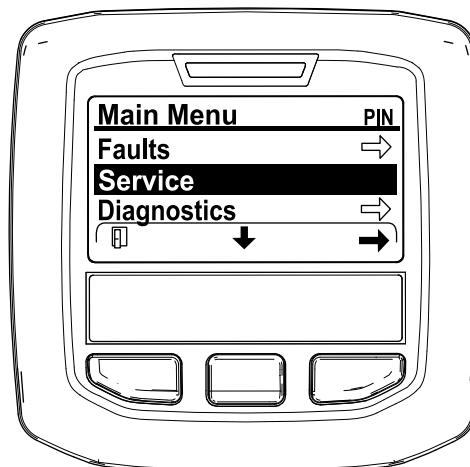

図 31
- メインメニュー MAIN MENU 画面で、中央ボタンを押して整備 SERVICE メニューへ移動し、右ボタンで整備 SERVICE を選択する 図 31。